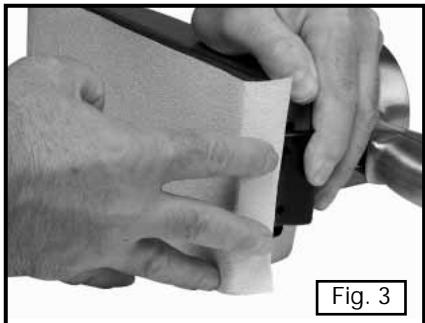

Fig. 3
2. Estire la hoja abrasiva sobre el cojín como está ilustrado en la Fig. 3, y doblela por la orilla del cojín.